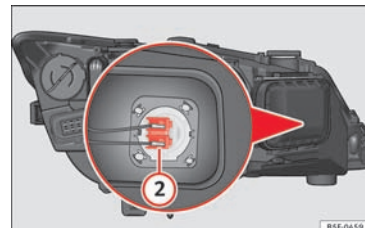

Fig. 109 Lygte til fjernlys
- Tryk stikket » **Fig. 109** ② i siden mod venstre, og træk i den.